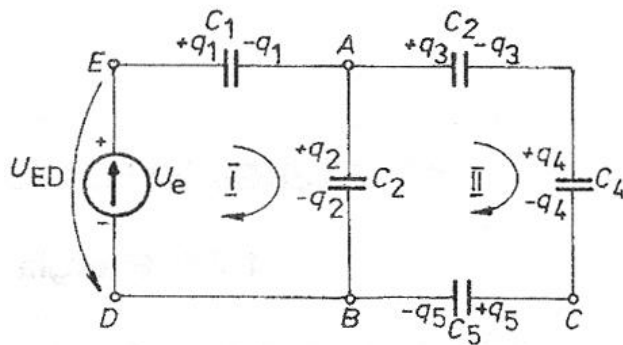

Fig.1.24. Rețea de condensatoare.
În practică se întâlnesc cazuri de regimuri electrostatice, în care condensatoarele sunt conectate în rețele de condensatoare, care cuprind pe laturi surse de tensiuni electromotoare ( $U_e$ ) și condensatoare (fig.1.24). Determinarea sarcinilor cu care se încarcă condensatoarele și a tensiunilor aplicate acestora se face cu ajutorul teoremelor lui Kirchhoff pentru rețele de condensatoare.
**1.7.3.2. Cea de a doua teoremă a lui Kirchhoff** este o consecință a teoremei potențialului electrostatic. Dacă pe conturul **ABDEA** (fig.1.24) se calculează integrala (1.28) rezultă: